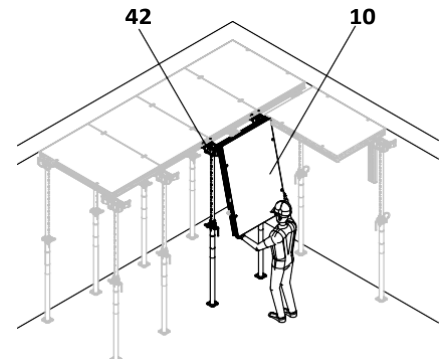

Fig. D2.14a
1. Закачете ел-тите DP (10) към поддърж. глава. (Fig. D2.14a)